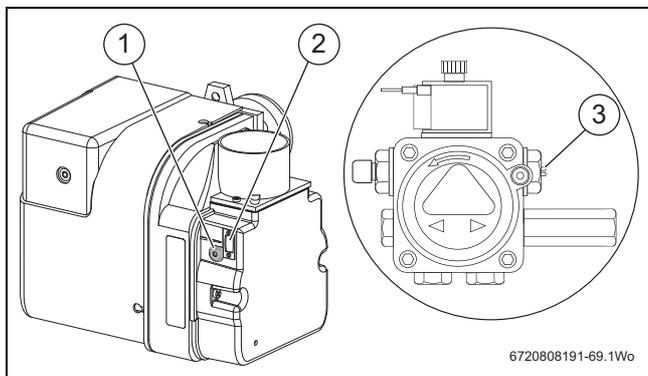

Fig. 36 Réglage de l'obturateur d'air
- ▶ Révérerifier les niveaux de CO₂ et, si nécessaire, régler l'obturateur d'air (fig. 36, page 26, [1]) pour obtenir le niveau de CO₂ approprié.